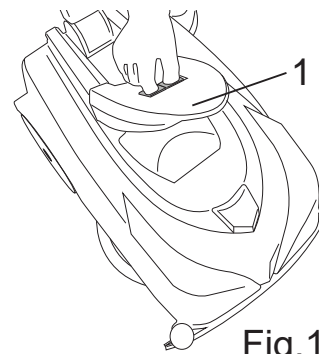

Fig.19
- Frigör återvinningstankens lock genom att trycka de två skjutlåsen inåt (bild 19-ref.1).